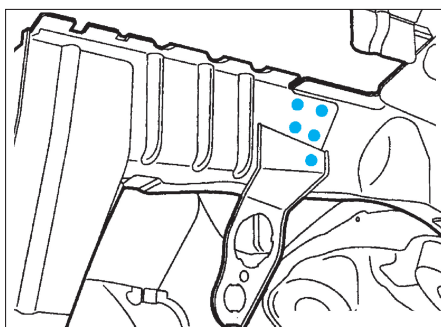

FIG. 15
- Souder par points électriques (avec l'équipement AB1) (Fig.15).